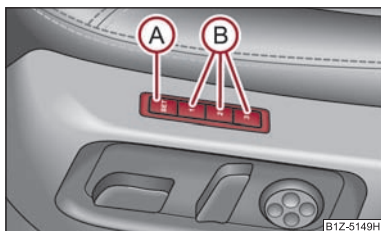

Abb. 57 Fahrersitz: Speichertasten und die SET-Taste
- Drücken Sie die Taste **SET** (A) ⇒ Abb. 57.
- Drücken Sie eine der Speichertasten (B) innerhalb 10 Sekunden nach dem Drücken der Taste **SET** - ein Quittierton bestätigt die Speicherung der Sitzeinstellung.
Memory für den Sitz bietet Ihnen die Möglichkeit, die individuelle Fahrersitz- und Außenspiegelposition zu speichern. Jeder der drei Speichertasten (B) ⇒ Abb. 57 kann eine individuelle Position zugeordnet werden, d. h. insgesamt drei. Nach dem Drücken der entsprechenden Speichertaste (B) werden der Sitz und die Außenspiegel automatisch in die Positionen gestellt, die dieser Taste zugeordnet worden sind ⇒ Seite 68.
- **Memory-Tippautomatik:** drücken Sie kurz die gewünschte Speichertaste (B) ⇒ Seite 68, Abb. 57. Der Sitz und die Außenspiegel werden automatisch in die abgespeicherten Positionen gefahren (das gilt nur, wenn die Zündung eingeschaltet und die Geschwindigkeit kleiner als 5 km/h ist).
- **Memory-Tastung:** Drücken und halten Sie die gewünschte Speichertaste (B) so lange gedrückt, bis der Sitz und die Außenspiegel in die gespeicherten Positionen gefahren sind.